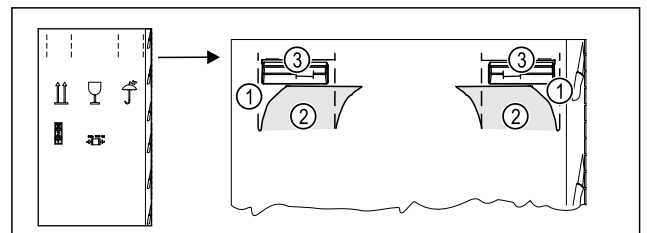

Fig. 5
- ▶ Introduire le carton d'emballage en haut au niveau de la perforation Fig. 5 (1).
- ▶ Retirer les languettes enfoncées Fig. 5 (2).
- ▶ La poignée de transport Fig. 5 (3) à droite et à gauche est visible.
- ▶ Tenir l'appareil au niveau des poignées de transport Fig. 5 (3).